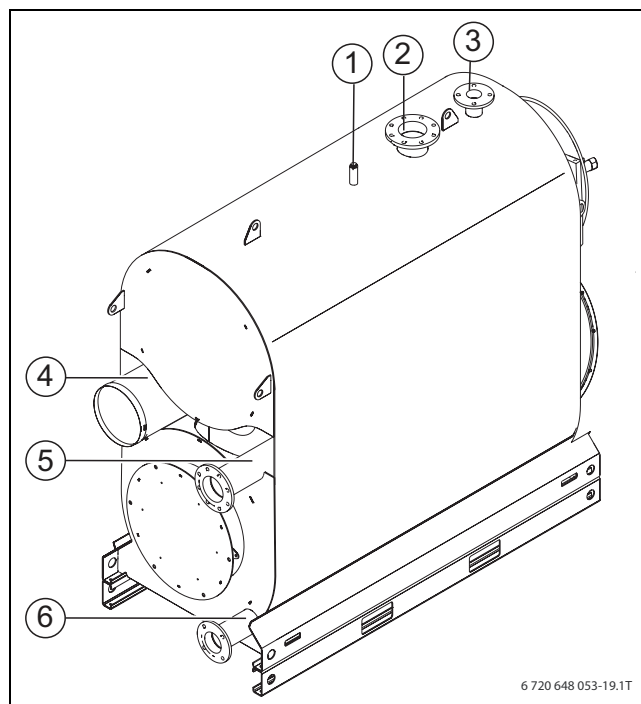

Fig. 12 Attacchi caldaia
- ▶ Fissare la valvola di sicurezza all'attacco della mandata di sicurezza (VSL) (→ fig. 12, [3], pag. 26).